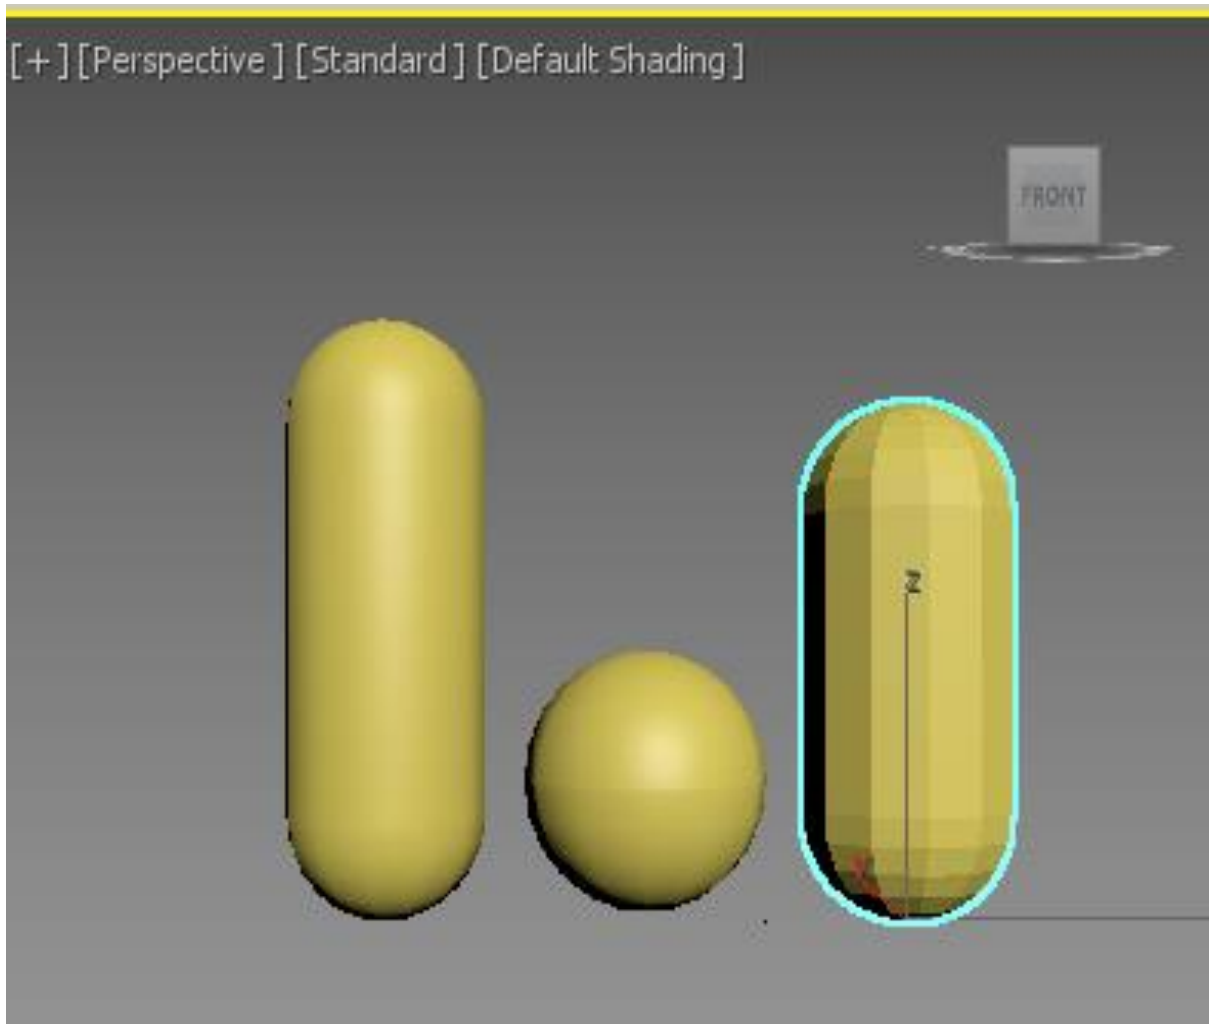

Рисунок 2.28 - *Capsule* (Капсула)
6) *Capsule* (Капсула) (Рисунок 2.28).